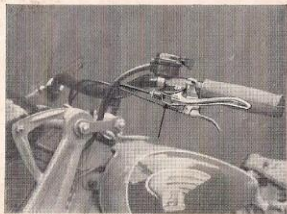

Abb. 2
8. Um die Maschine leichter transportieren zu können, kann der Kupplungshebel durch Umklappen des Drahtbügels (Abb. 2) festgestellt werden.